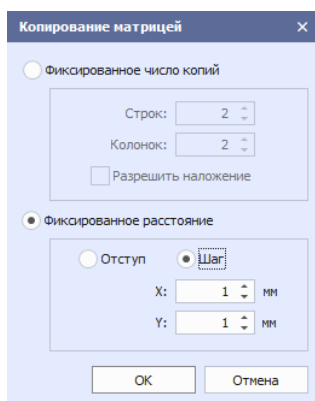

Рис. 230 Фиксированное расстояние
- Фиксированное расстояние (см. Рис. 230) – выберите один из предложенных вариантов задания расстояния. Отступ – отступ между размещаемыми копиями объектов. Шаг – шаг, с которым объекты будут размещены. Введите